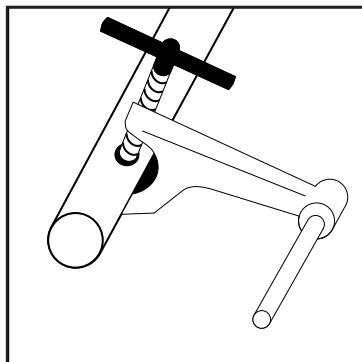

Рис. 2
**Внимание:** При обработке труб диаметром резьбы более  $\frac{3}{4}$ " следует после закрепления трубы в тисках использовать держатель (струбцину), закрепив его на трубе с помощью винтового прижима, завернув перед этим направляющую штангу, см. рис. 2.
При этом необходимо убедиться, что верхняя часть струбцины параллельна верхней части трубы (рис.2).